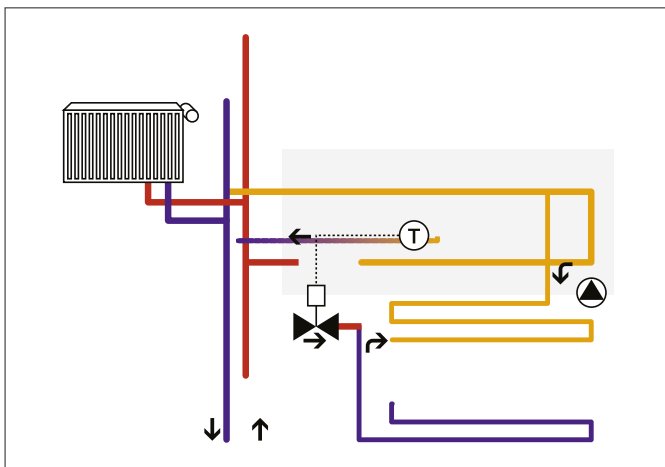

Рис. 19-6 Схема системы
1. Смонтировать все элементы согласно схеме (см. Рис. 19-6).